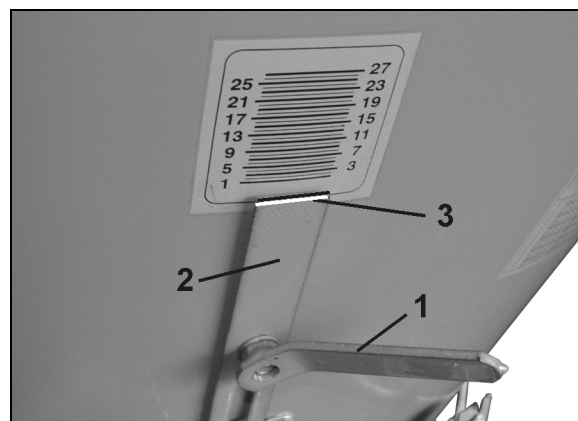

Bild 22
1. Lossa justerspaken (Bild 22/1).
2. Ställ in spjällstoppet (Bild 22/2) så att avläsningskanten (Bild 22/3) står på önskat värde på skalan.